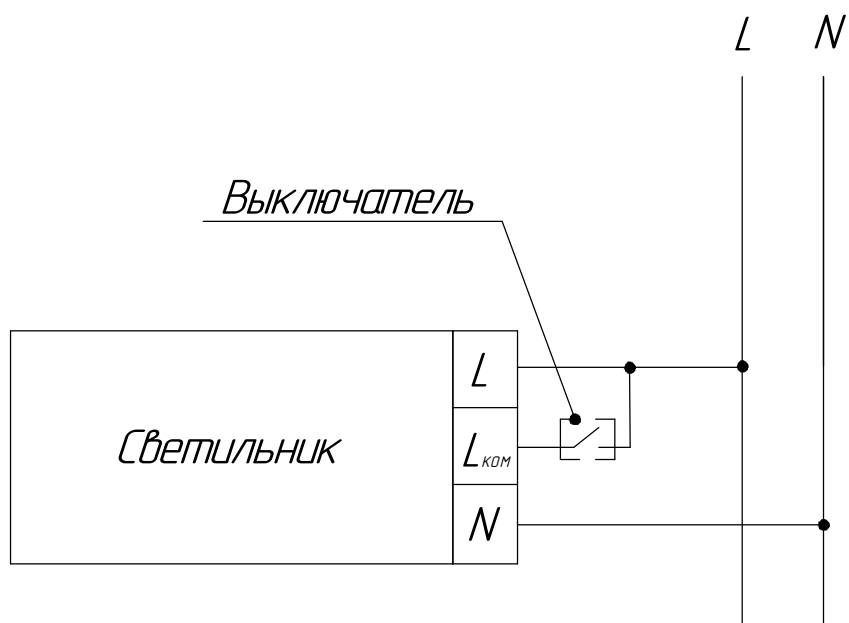

Рисунок 3 - Схема подключения светильника к сети
5.7 Подключение светильника с блоком аварийного питания производить согласно схеме (см. рисунок 3). Подключите фазовый провод некоммутированной сети освещения (т.е. между фидером и светильником не должно быть никаких выключателей, кроме автоматов защиты) к клемме 1, а фазовый провод коммутированной сети к клемме 3.